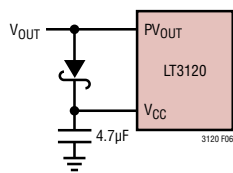

図6. V_{OUT}からのV_{CC}のブートストラップ
4.5V～6Vの出力電圧では、V_{CC}レギュレータは、図6に示すようにV_{OUT}とV_{CC}の間のダイオードを使用して電源供給されます。出力電圧が、ダイオードの順方向電圧より小さく、使用可能な外部駆動電圧の4.2V～5.5V以内になるよう、適切なダイオードを選定する必要があります。これは、ショットキー・ダイオードまたはシリコン・ダイオードを使用することで実現できます。どちらの場合も、V_{CC}ピンを駆動するために十分な電流に対応できる能力が必要です。